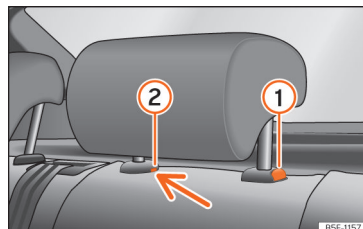

Abb. 115 Kopfstützen hinten: Ausbau.
- Drücken Sie die Taste » » **Abb. 115** ① und gleichzeitig mit einem Schlitzschraubendreher (Breite max. 5 mm) in die Öffnung der Verriegelung ② und ziehen Sie die Kopfstütze heraus.